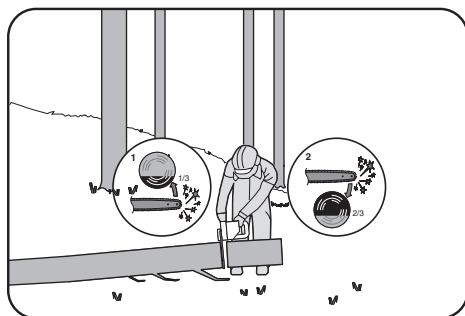

Figure 3
Lorsque le rondin est soutenu par une extrémité, comme illustré sur la Figure 3, coupez 1/3 du diamètre de la face du dessous (depuis le bas) (1). Puis, terminez la coupe en coupant par le haut (2) pour rejoindre la première coupe.